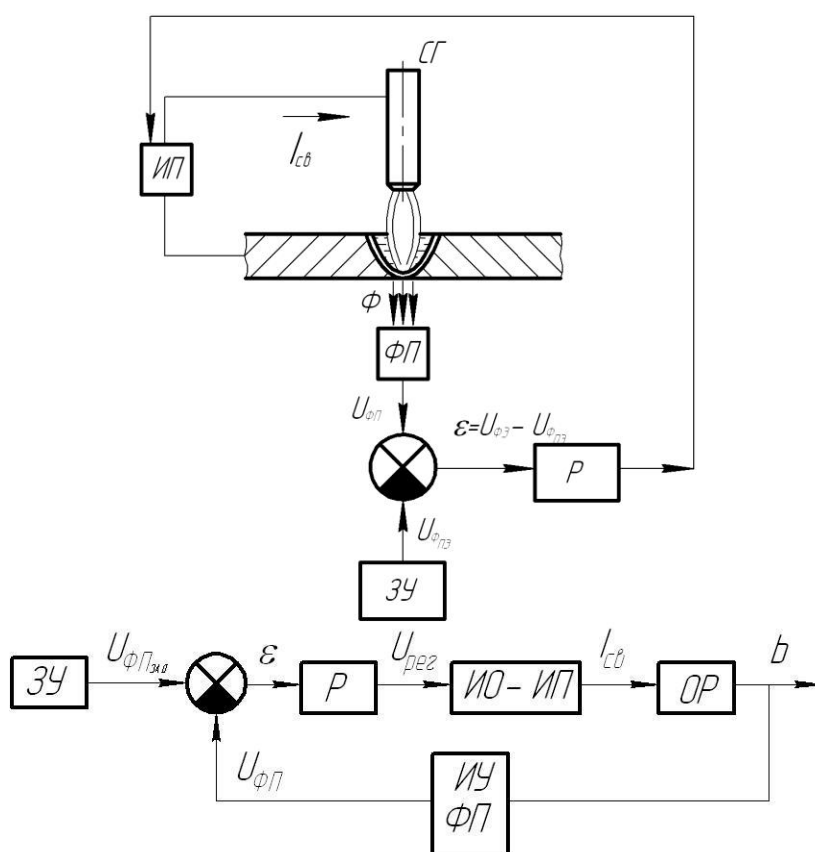

Рис.1 Функциональная схема САР проплавления с воздействием на питающую систему
1. Изобразить функциональную схему САР проплавления с воздействием на питающую систему(рис.1)
2. Изобразить функциональную схему САР проплавления с воздействием на питающую систему(рис.1)
В качестве датчиков проплавления в данной схеме (рис.1) используется чувствительный элемент – фотоприемник ФП, в качестве фотоэлемента которого могут быть использованы фотосопротивления, фотодиоды, фототриоды, фотоумножители (это полупроводниковые элементы, функционирование которых зависит от наличия или отсутствия освещенности).